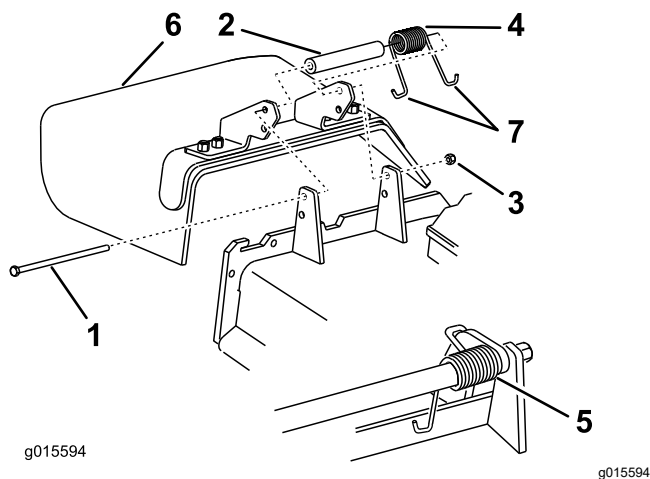

Figura 126
1. Retire la contratuerca, el perno, el muelle y el espaciador que sujetan el deflector a los soportes de pivote (Figura 126).
2. Retire el deflector de hierba dañado o desgastado (Figura 126).
Nota: Asegúrese de colocar un extremo en J del muelle detrás del reborde de la carcasa antes de instalar el perno, como se muestra en la Figura 126.
- Coloque un extremo en J del muelle alrededor del deflector de hierba (Figura 126).